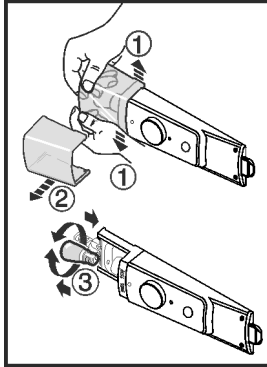

Fig. 10
- Lampafdekking volgens het voorbeeld, aan de binnenzijde in het voorste bereik uit elkaar drukken Fig. 10 (1) en opzij wegtrekken Fig. 10 (2).
- De lamp vervangen. Fig. 10 (3)